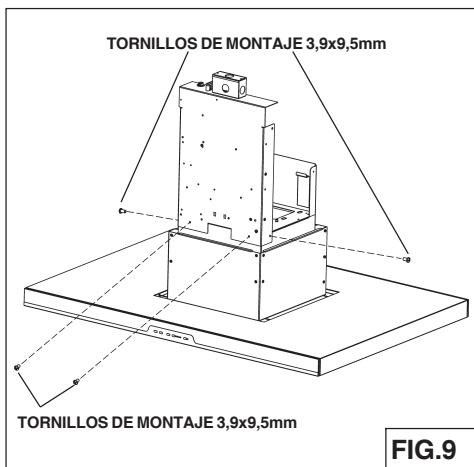

FIG.9
2. Fije la caja del sistema eléctrico al bastidor usando (2) tornillos de 3.9 x 9.5 mm que quitó en el Paso 1 y (2) tornillos de 3.9 x 9.5 mm y (2) arandelas planas de la bolsa de herrajes (Fig.9)